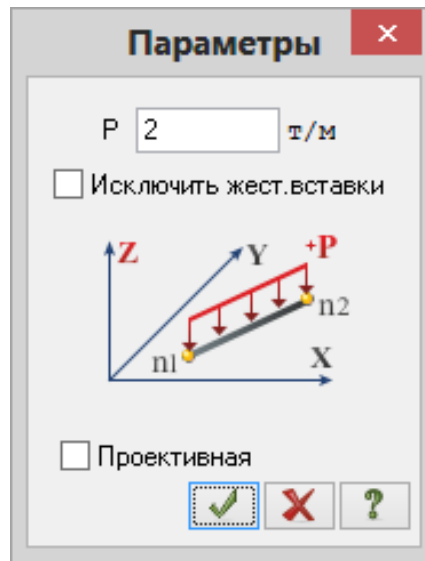

Рис.3.19. Диалоговое окно **Параметры**
- В этом окне задайте интенсивность нагрузки $p = 2$ т/м (рис.3.19).